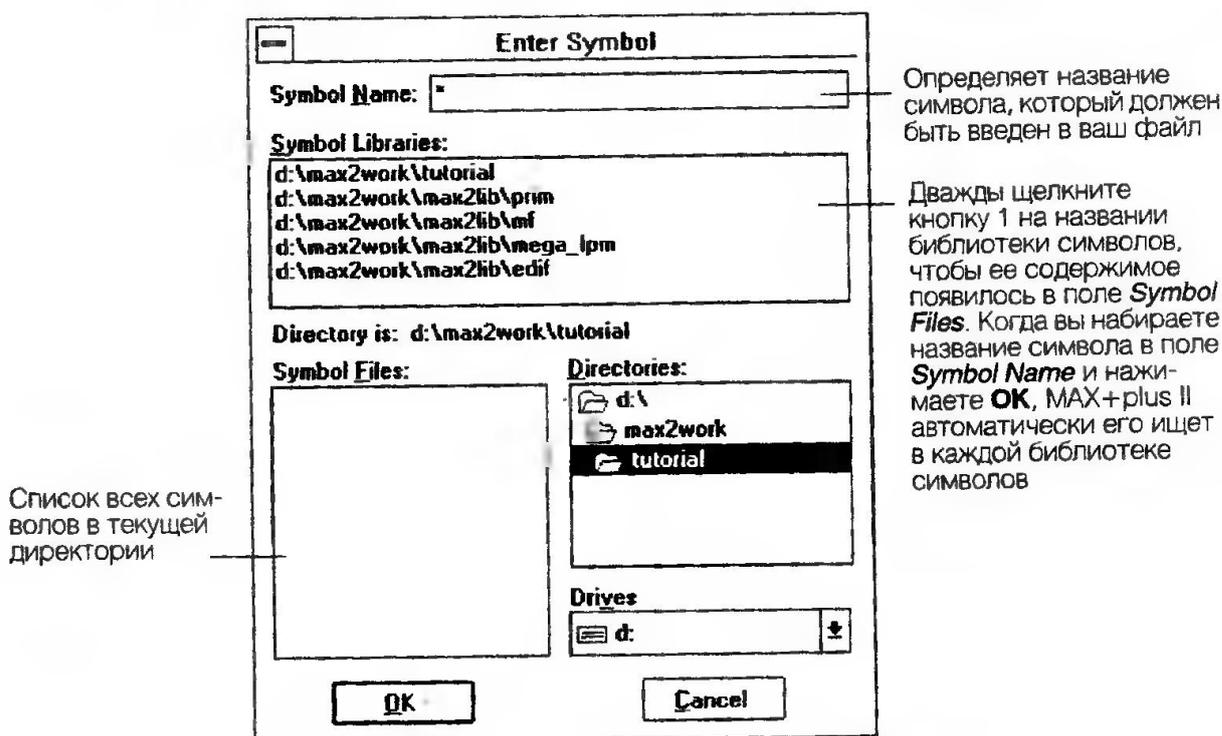

Рис. 2.9
1. Переместите указатель выделения на свободное пространство в окне графического редактора для определения точки вставки символа, щелкните кнопку 1 и выберите **Enter Symbol** (вставить символ) из меню **Symbol**. На экране отобразится диалоговое окно **Enter Symbol** (вставить символ) (рис. 2.9).